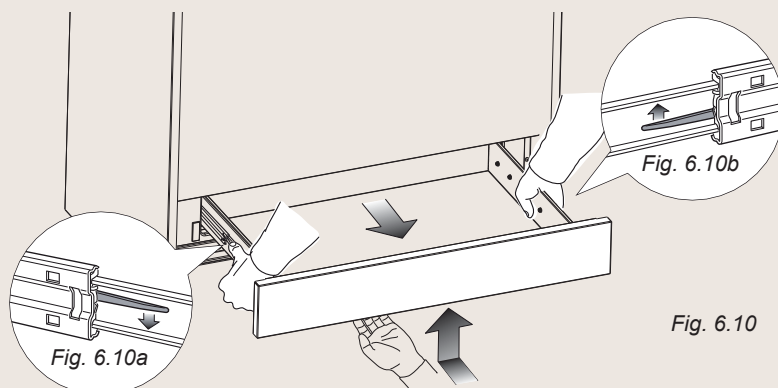

Fig. 6.10
1. Ouvrez le tiroir complètement (fig. 6.10)
3. Retirez le tiroir, les leviers ne doivent pas bouger (fig. 6.10).